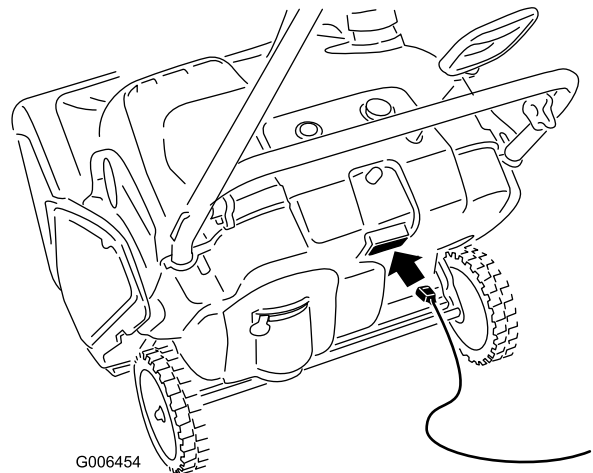
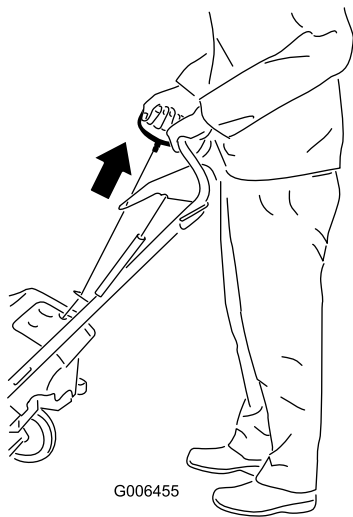

Figure 13
Figure 14
4. Raccordez la rallonge au secteur et à la déneigeuse, puis appuyez sur le bouton du démarreur électrique (modèle 38582 uniquement) (Figure 13), ou tirez la poignée du lanceur (Figure 14).